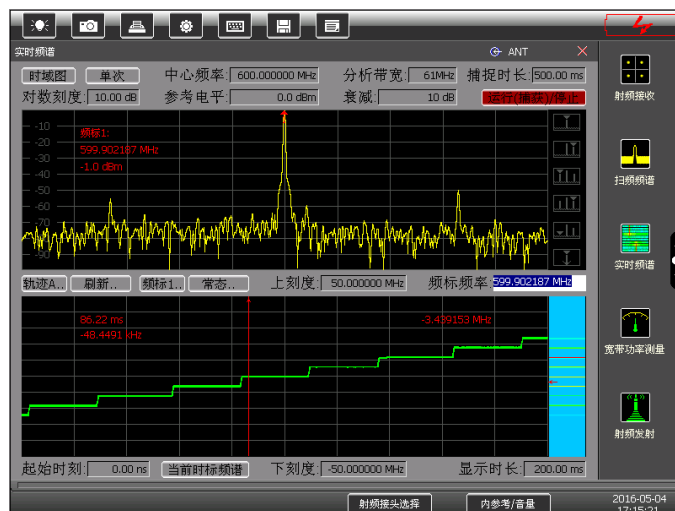

图5.12 实时频谱分析界面
- 5) 根据输入信号在屏幕下方对『中心频率』和『分析带宽』、『上刻度』、『下刻度』、『显示时长』进行设置, 设置完成后即可观测到被测信号的频谱, 如图 5.12 所示。